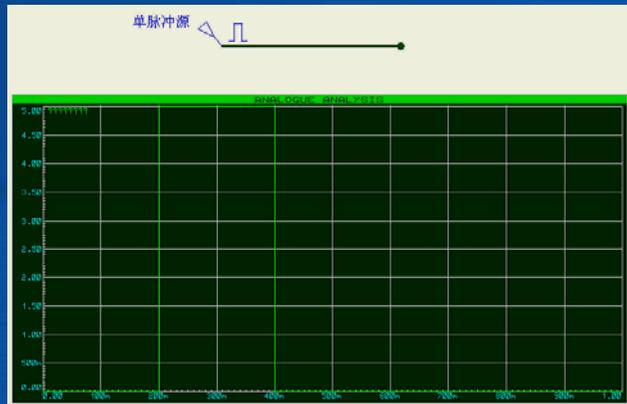

图4-47 单周期正脉冲图表仿真
(2) 在“激励源名称”项中输入单周期数字脉冲发生器的名称“单脉冲源”。
(3) 单击“确定”按钮，完成设置。
(4) 采用图表仿真模式（将在本章的4.7.3节介绍）可观察单周期数字脉冲信号的产生，如图4-47所示。